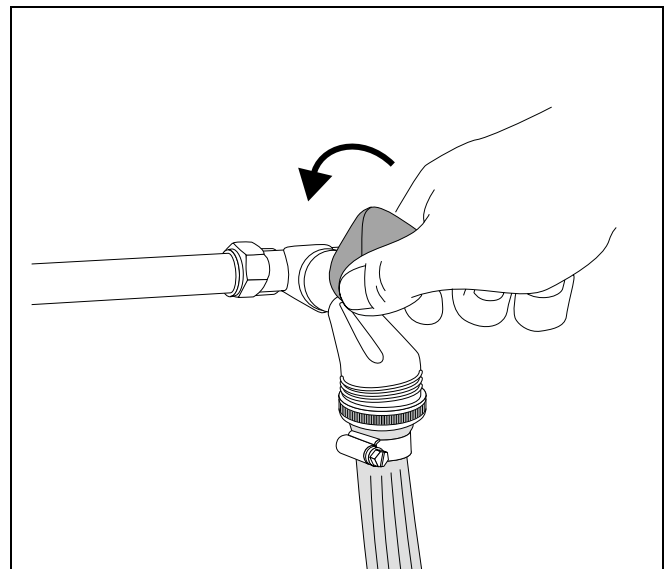

Рис. 12 Открытие водопроводного крана и наполнение отопительной установки
- Открыть регулировочные краны подачи и слива (рис. 12) (положение "открыто": параллельно трубе).